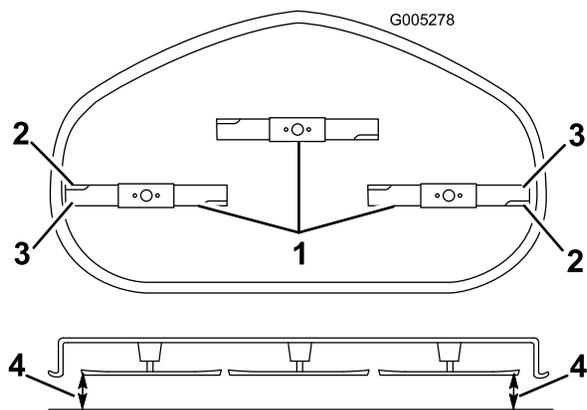

Figure 55
4. Faites pivoter les lames avec précaution pour qu'elles soient toutes parallèles (Figure 55).
5. Mesurez la distance entre les tranchants extérieurs et le sol plat (Figure 55).